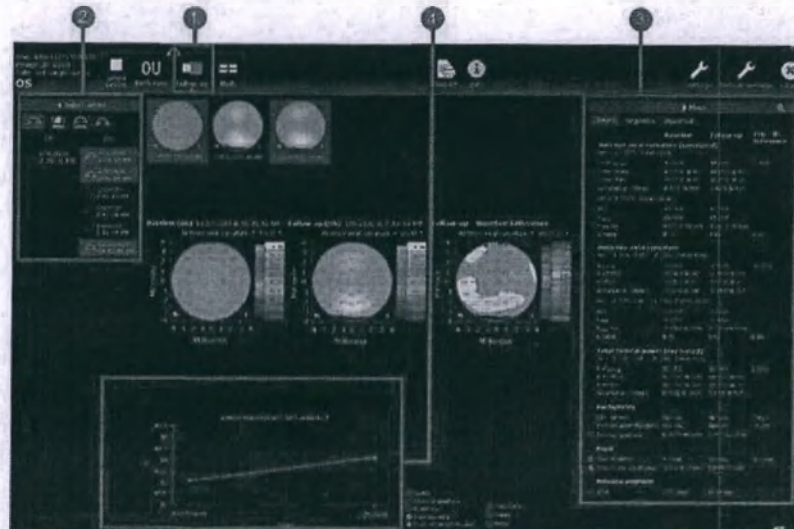

Рис. 27. Анализ последующих обследований
1. ➤ Выберите «Последующее наблюдение» (рис. 27/1).
2. ➤ В разделе «Выбор серии» (рис. 27/2), выберите все обследования, которые будут включены в анализ.
4. ➤ В разделе «Дополнительно» выберите вкладку «Основные» (рис. 27/3) и проверьте параметры исходного обследования, последующего обследования и разницы между последующим и исходным обследованием на предмет приемлемости данных.
5. ➤ Если выбранный ряд прогрессии содержит три или более обследований в разные дни, автоматически создается график анализа тенденций, показывающий изменение ключевых параметров (рис. 27/4).